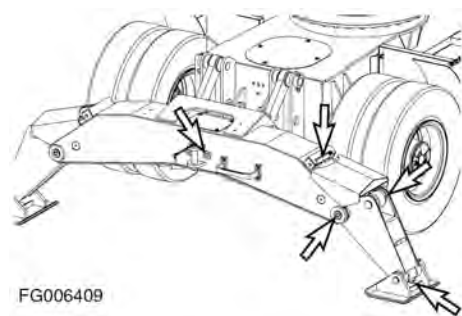

Рис. 40
- Установить машину, как показано (рис. 40) и опустить опору аутригера на грунт и заглушить двигатель.